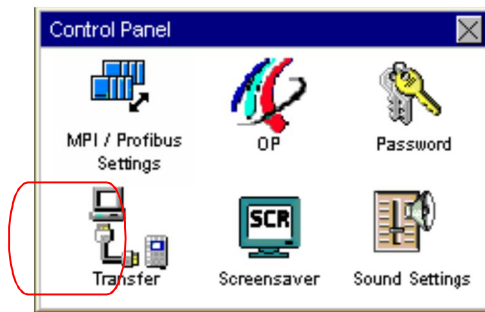

图 3.2.2 控制面板
2. 进入控制面板后，双击“ Transfer” ， 如图 3.2.2 所示。